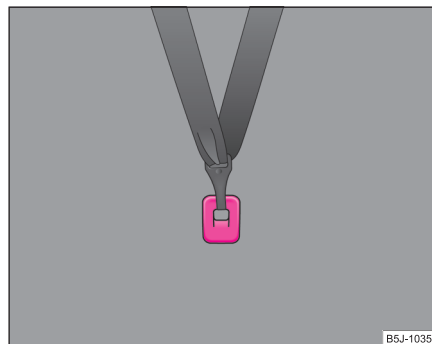

Fig. 132 Scaunul din spate: Top Tether
La autovehiculele cu bancheta din spate secționată\*, pentru mărirea siguranței copiilor transportați, scaunele laterale sunt echipate cu sistemul de fixare „Top Tether” ⇒ fig. 132.
- Fixați scaunele pentru copii cu sistem „Top Tether” numai în locurile special prevăzute ⇒ fig. 132. ▶